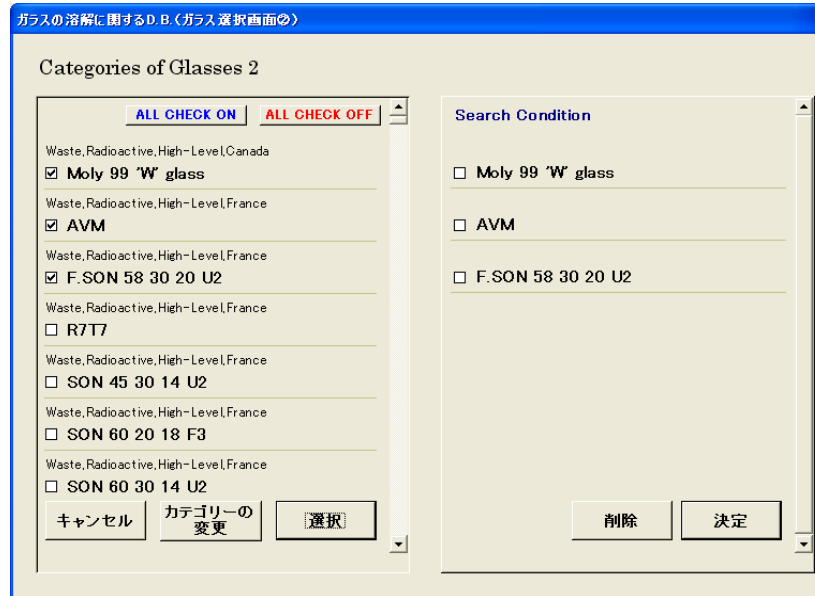

Fig.3-2 ガラス選択画面 2
検索条件が設定されている場合…ガラス選択画面 2 (Fig.3-2)
①Glass Name
**ガラス選択** ボタンをクリックすると、検索条件が設定されていない場合は、ガラス選択画面 1 (Fig.3-1) が表示される。検索条件が設定されている場合は、ガラス選択画面 2 (Fig.3-2) が表示される。
- **選択** ボタン: 検索したいガラス分類を選択 (複数可) して、**選択** ボタンをクリックすると、ガラス選択画面 2 (Fig.3-2) が表示される。このとき、選択内容は保持される。